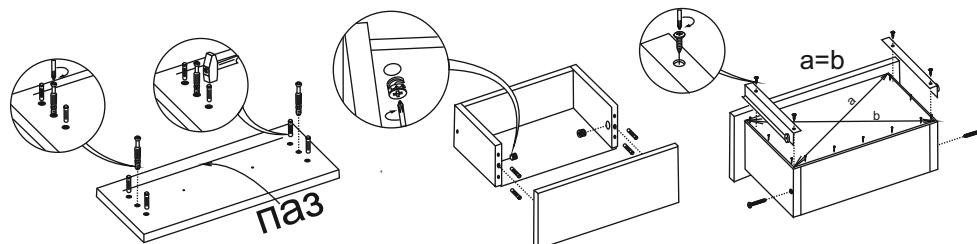

Рис.8
10. Далее следует собрать выдвижные ящики. Для этого необходимо прикрепить боковины ящика 11 к вязке ящика 13 с помощью евровинтов. Затем с помощью эксцентриков и шкантов к боковинам ящика 11 прикрепить накладку ящика 14. (рис. 8,9)Дно ящика ЛДВП 16 вставляется в паз на накладке 14, выравнивается по боковинам 11, прибивается к вязке 13 гвоздями, предварительно выровнив диагонали ящика. Остается закрепить направляющие ящика на боковинах 11 с помощью шурупов 3,5x16 как показано на рис.8. Вставляем ящики в предварительно закрепленные на боковине 1а и перегородке 8а направляющие. Если сборка была проведена правильно - ящики вставляются легко с одинаковыми зазорами по бокам и сверху.